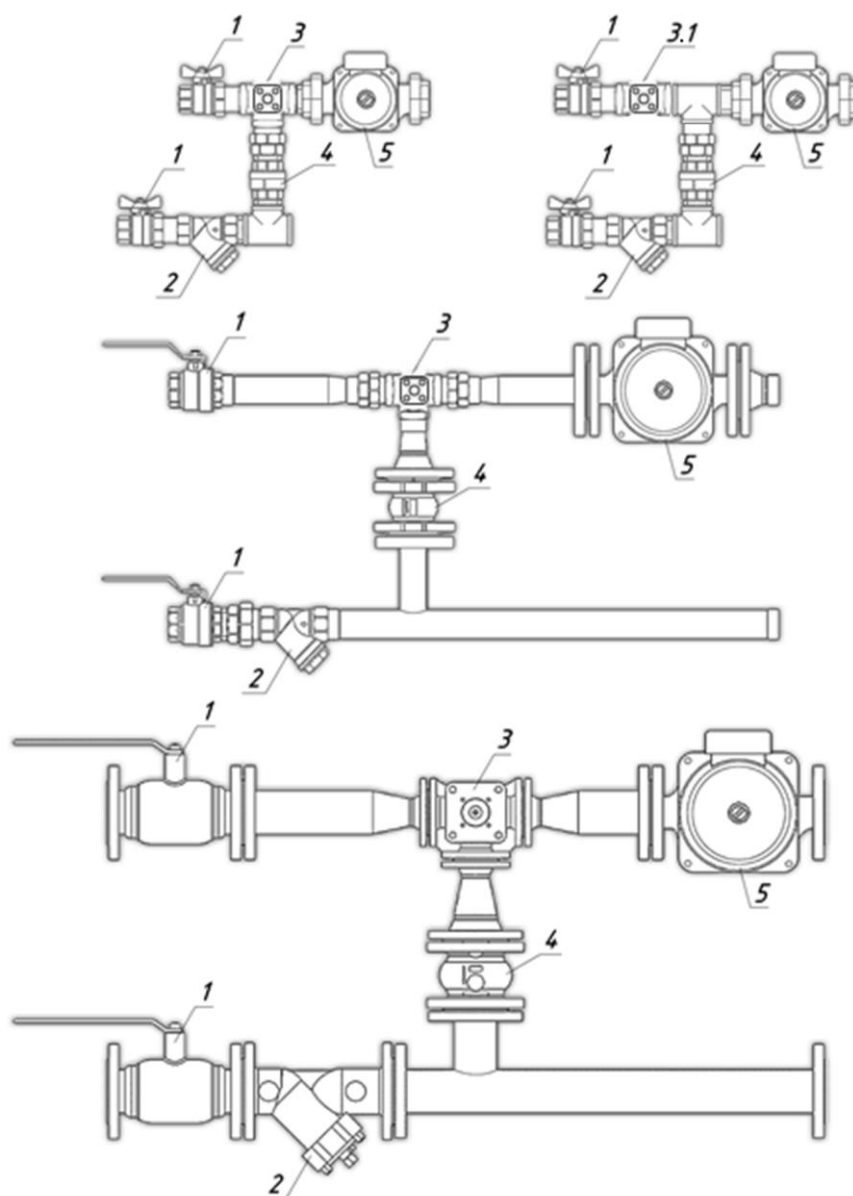

Рис.1. Типовая конфигурация смесительных узлов «Стандарт»
- «Стандарт» - минимальная комплектация, включающая в себя циркуляционный насос, трехходовой регулирующий вентиль или двух ходовой шаровой кран с сервоприводом, сетчатый фильтр и обратный клапан линии подмеса, соединенных посредством резьбовых фитингов и стальных труб (рис.1).